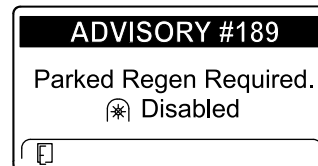

Figura 57
- Se não efetuar uma regeneração em estacionamento dentro de 2 horas, o InfoCenter indica que é necessária uma regeneração em estacionamento – tomada de força desativada AVISO N.º 189 (Figura 57).